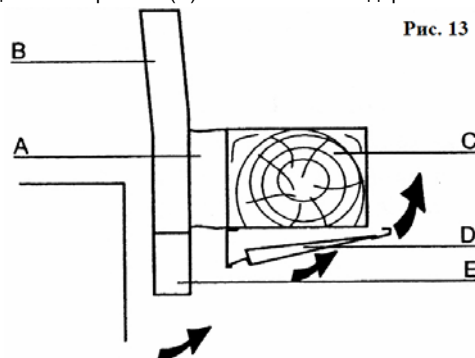

Рис. 13
5.5. Деревянная балка (рис. 13)